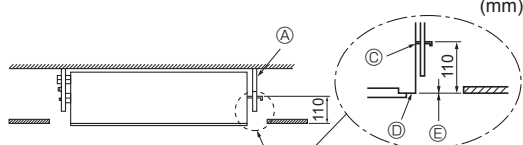

Fig. 2-9
5. Serrer tous les écrous. (Fig. 2-9)
- (A) Boulon de suspension (3/8" ou M10)